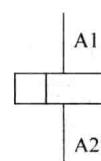

图 1-5 闪烁继电器
(4) 闪烁继电器如图 1-5 所示。A1 得电时, 常开触点闭合, 延时若干秒后, 常开触点断开, 又经过  $t(s)$  后, 常开触头闭合。